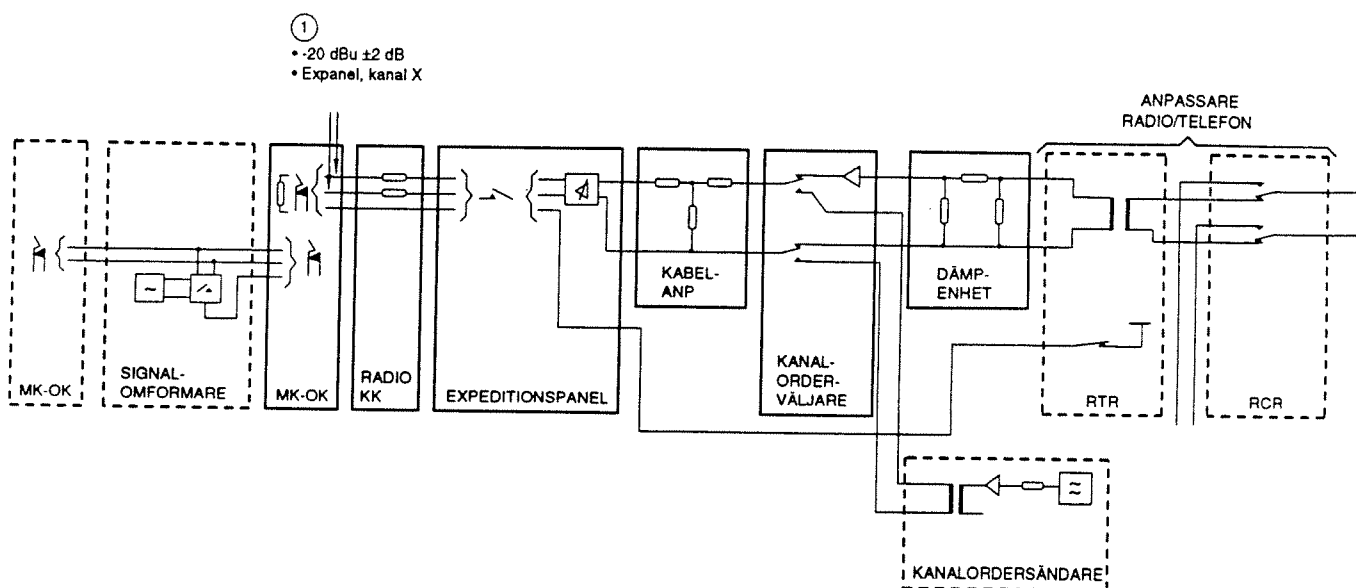

Bild 11
- Anslut nivåmetern till den aktuella expeditionsomkopplarens jack i MK-OK, pos 1 bild 11.